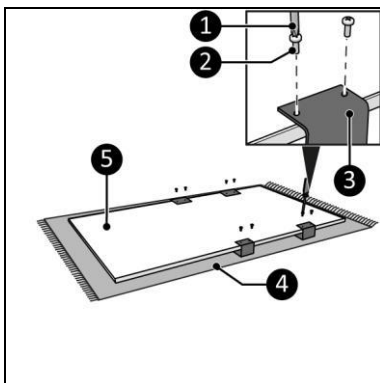

Figura 10
8. Așezați dispozitivul pe o suprafață moale, relativ constantă (Figura 10, poz. 4).
9. Așezați cele două suporturi pentru prosoape (Figura 10, poziția 3) pe două dintre cele trei locații posibile de pe panoul principal (Figura 10, poziția 5).
10. Înșurubați și strângeți cele două suporturi pentru prosoape (Figura 10, poziția 3) cu opt șuruburi mici (Figura 10, poziția 2) folosind o șurubelniță Phillips (Figura 10, poziția 1).